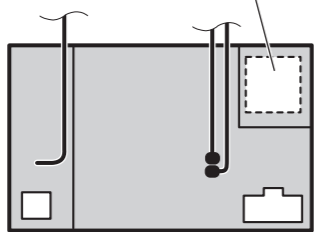

Fig. 4
- Les cordons ne doivent pas recouvrir la zone indiquée sur l'illustration ci-dessous. C'est nécessaire pour permettre à l'amplificateur de rayonner librement. (Fig. 4)